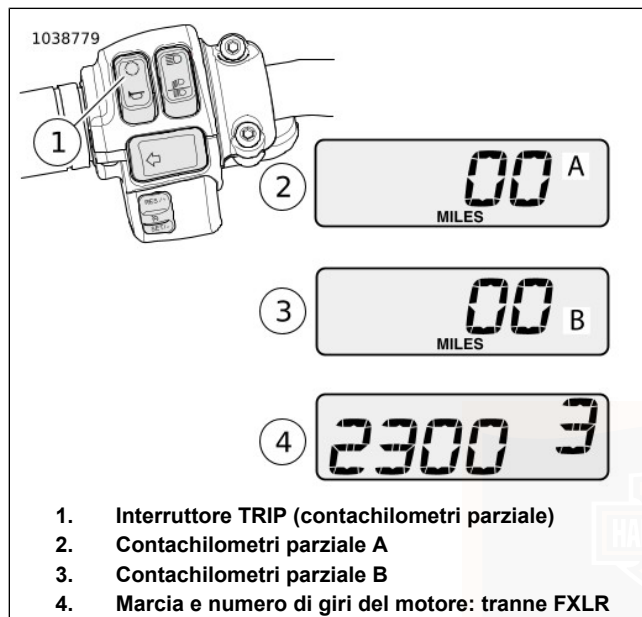

Figura 22. Contachilometri parziali, Contagiri e Selezione delle marce
Vedere Figura 22. Per controllare i chilometri o per azzerare i contachilometri parziali, l'interruttore di ARRESTO/FUNZIONAMENTO deve essere nella posizione di FUNZIONAMENTO. Premere e rilasciare il pulsante del contachilometri parziale (1) finché non venga visualizzato il chilometraggio parziale A (2) o B (3) desiderato. Una A o una B sulla destra del quadrante identifica il contachilometri parziale.
Vedere Figura 22. Per spostarsi fra le varie finestre di visualizzazione del contachilometri, premere e rilasciare l'interruttore del contachilometri parziale. Il contachilometri mostra la velocità del motore in giri al minuto (giri/min).